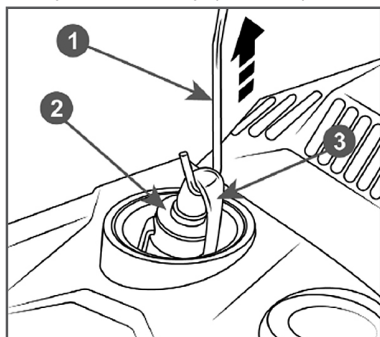

Рис. 23 Обслуживание топливного фильтра
3. Зацепите крючком 1 топливный шланг 3 с фильтром 2 и вытяните через заливную горловину (Рис. 23).